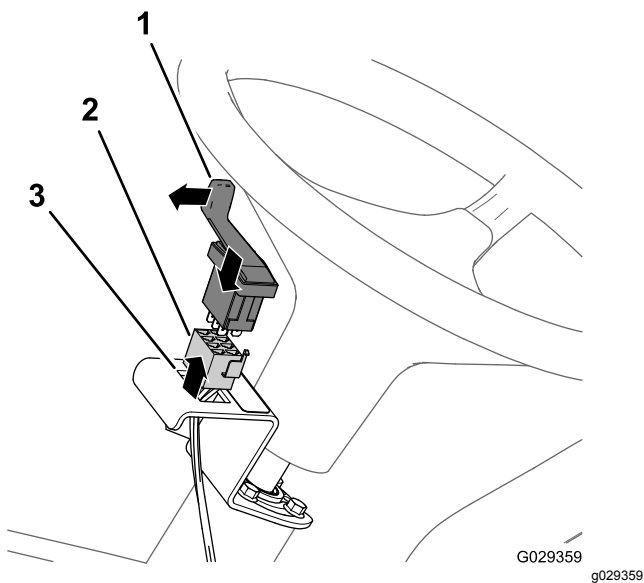

图 209
4. 将开关安装到支架上并按下开关直到其牢固卡入开口 图 209。